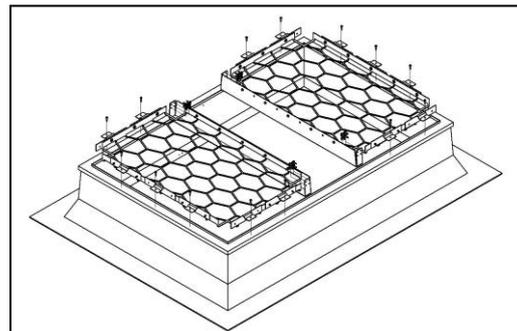
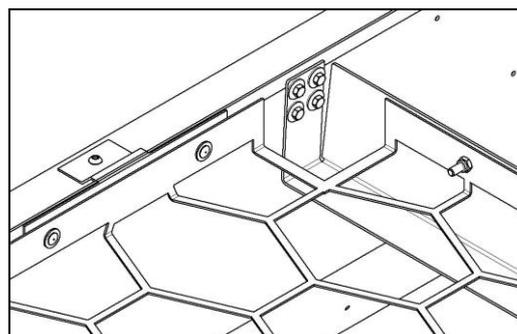

Bild 20
Bild 22
4. Das positionierte Gitter mittels Bohrschrauben 4,8x23 T25 in den Aufsetzkranz montieren (**Bild 20**).
5. Die Verstärkungswinkel mittels Bohrschraube mit Scheibe DIN-7504-4,8x22-K-S16 in den Aufsetzkranz montieren (**Bild 20** und **Bild 22**).